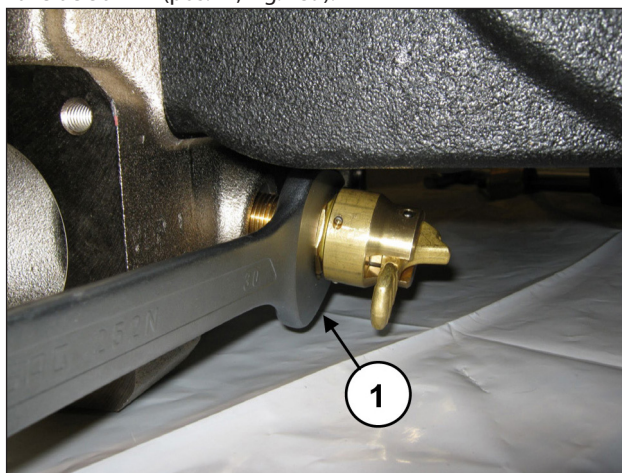

Fig. 139
Desenroscar el dispositivo de apertura de las válvulas con una llave de 30 mm (pos. ①, Fig. 139).